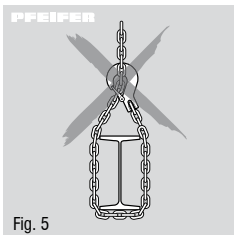

Fig. 5
- fastgøringspunktet er tilstrækkeligt dimensioneret, og at produktet kan rette sig ud frit. Intet skråtgående træk (fig. 5)!
- Skråtgående træk, dvs. sideværts indvirkende belastning ind på huset eller krogblokken er forbudt (fig. 5).